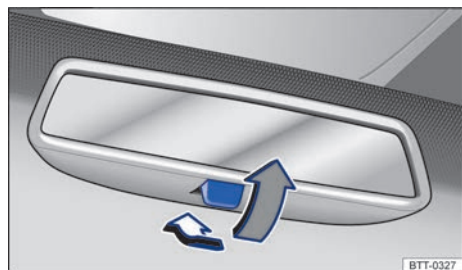

Fig. 78 No para-brisa: espelho retrovisor interno com antiofuscante manual.
- Posição noite: puxar a alavanca → Fig. 78 (seta cinza), para evitar o ofuscamento pelos faróis dos veículos que trafegam atrás.